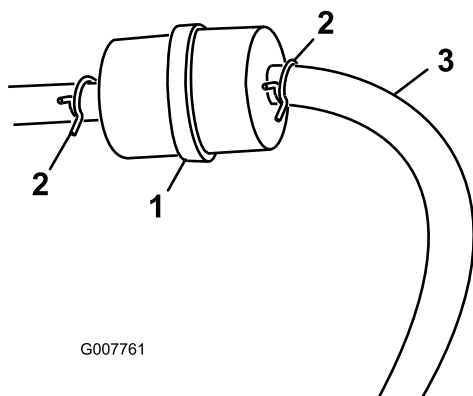

Figure 25
3. Pincez les extrémités des colliers et faites glisser ceux-ci pour les éloigner du filtre (Figure 25).
5. Posez un filtre neuf et rapprochez les colliers de fixation du filtre (Figure 25).
3. Desserrez le collier de serrage au niveau du filtre à carburant et éloignez-le du filtre en le poussant le long de la conduite d'alimentation (Figure 25).
4. Débranchez les conduites d'alimentation du filtre à carburant (Figure 25).
Remarque: Laissez l'essence s'écouler dans un bidon ou un bac de vidange (Figure 25).
5. Raccordez la conduite d'alimentation au filtre. Rapprochez le collier de serrage du filtre pour fixer la conduite d'alimentation (Figure 25).